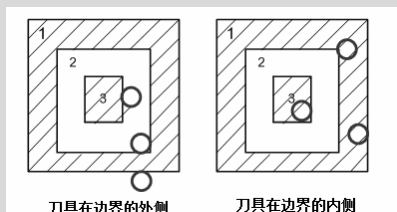

图 1-43 刀具相对于边界的位置模式
2. 加工边界在 XY 向为嵌套时，刀具相对于边界的位置模式如图 1-43 所示。